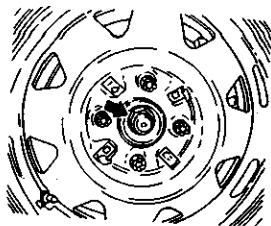

图 3-135 拆下轮毂与
2) 旋下轮毂与传动轴的紧固螺母 (拧紧力矩  $230\text{N}\cdot\text{m}$ ), 如图 3-135 所示。注意: 车轮必须着地。